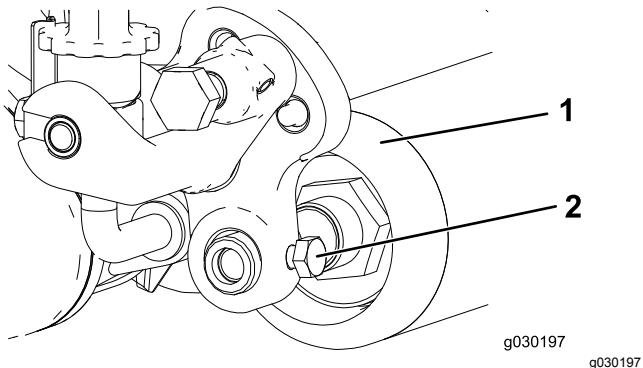

Figura 27
2. Allentate il bullone che fissa l'albero del rullo al braccio dell'altezza di taglio (Figura 27).